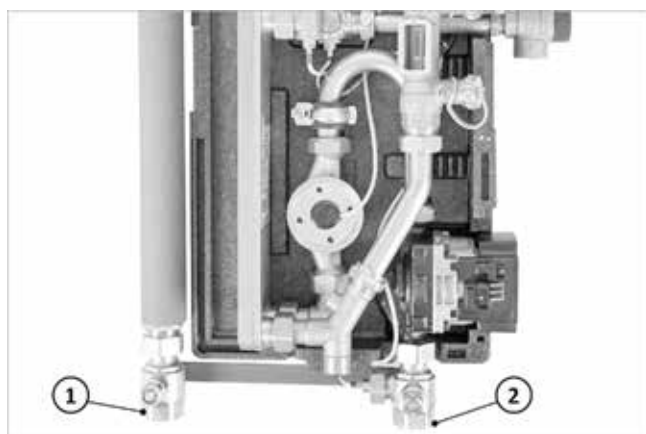

Fig. 9 : raccordement de SolvisBen avec l'échangeur de chaleur solaire
5. Monter la pièce en T (2) entre le tube ondulé (3) du retour solaire et le groupe de raccordement du VEM (1).
6. Relier l'extrémité libre de la pièce en T (2) avec le robinet à boisseau sphérique du retour (→ fig. 9, 2) de l'échangeur de chaleur solaire.